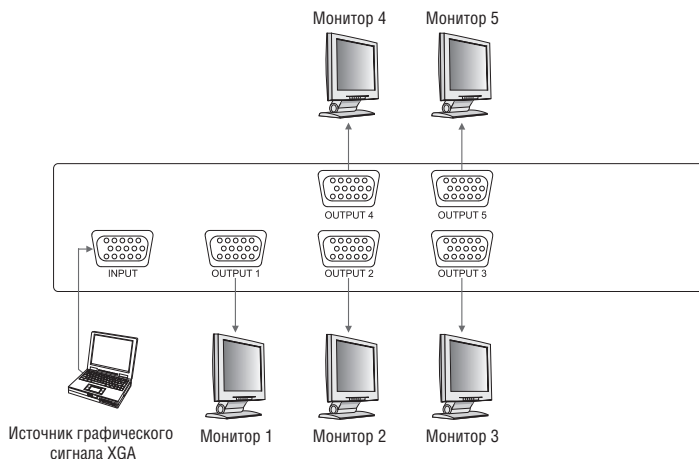

Рис. 5. Использование VP-5xl с пятью мониторами
Подключение источников и приемников сигнала, аналогичное для всех моделей усилителей-распределителей, иллюстрируется на примере **VP-5xI** (рис. 5).
4. Присоедините сетевой шнур² (не показан на рис. 5).